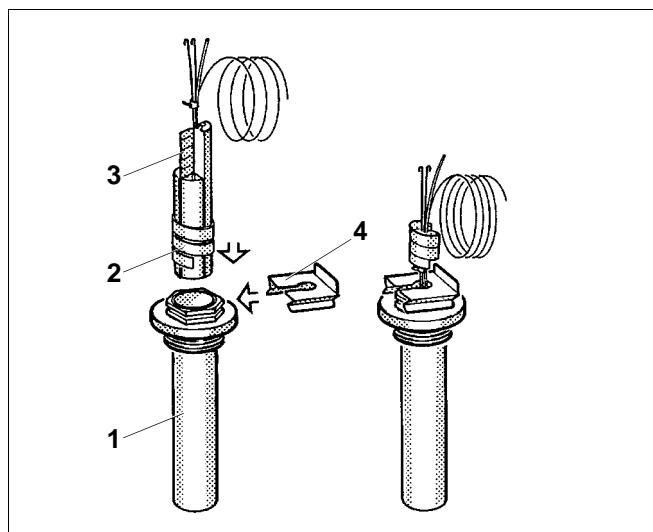

Fig 64 Doigt de gant et sonde de température
\*) Remarques détaillées pour l'introduction des sondes voir fig. 64.
- Introduire les sondes de température jusqu'à la butée dans le doigt de gant (fig. 64, **pos. 1**, point de mesure). La spirale en plastique (fig. 64, **pos. 2**) est automatiquement repoussée. Le ressort de compensation (fig. 64, **pos. 3**) doit simultanément être introduit dans le doigt de gant (fig. 64, **pos. 1**).
- Presser l'arrêt de sécurité (fig. 64, **pos. 4**, inclus dans la livraison de la régulation), latéralement ou par le dessus, sur la tête du doigt de gant.